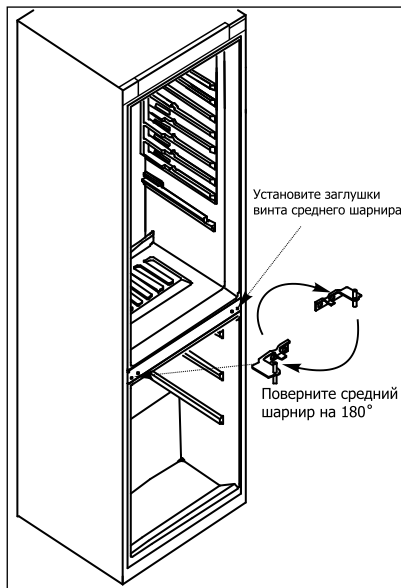

Рисунок 8.
**7** - Поверните средний шарнир на  $180^\circ$ . Установите дверь морозильной камеры вместе со средним шарниром. (Повторяйте действия, описанные в пункте 3 в обратном порядке). Зафиксируйте средний шарнир, плотно закрутив винты (Рис. 8). Установите две заглушки винта среднего шарнира в отверстия на правой стороне.